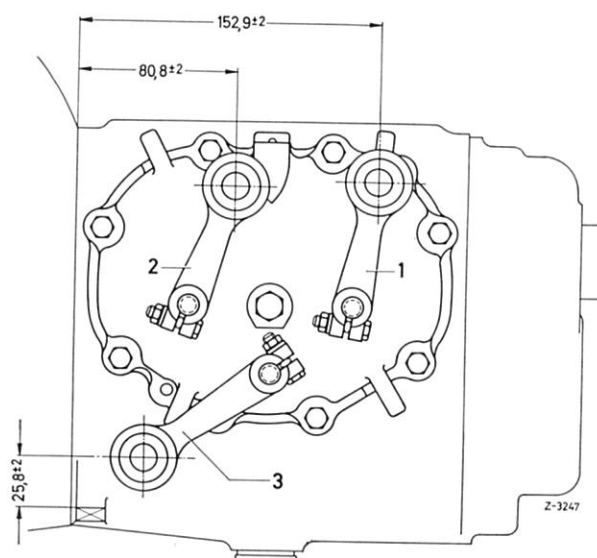

Bild 26-10/1
1 Stellung der Schalthebel (1), (2) und (3) am Getriebebeschaltdeckel auf die in Bild 26-10/1 angegebenen Maße prüfen und, wenn nötig, richtigstellen.